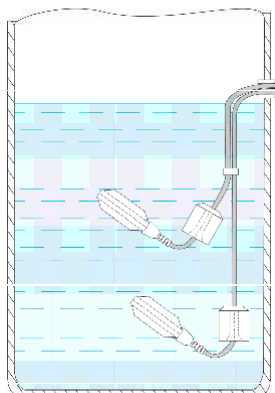

Рис. 1
1.1. Закрепите грузило (входит в комплект поставки) на кабеле на нужном уровне, как показано на рис. 1.